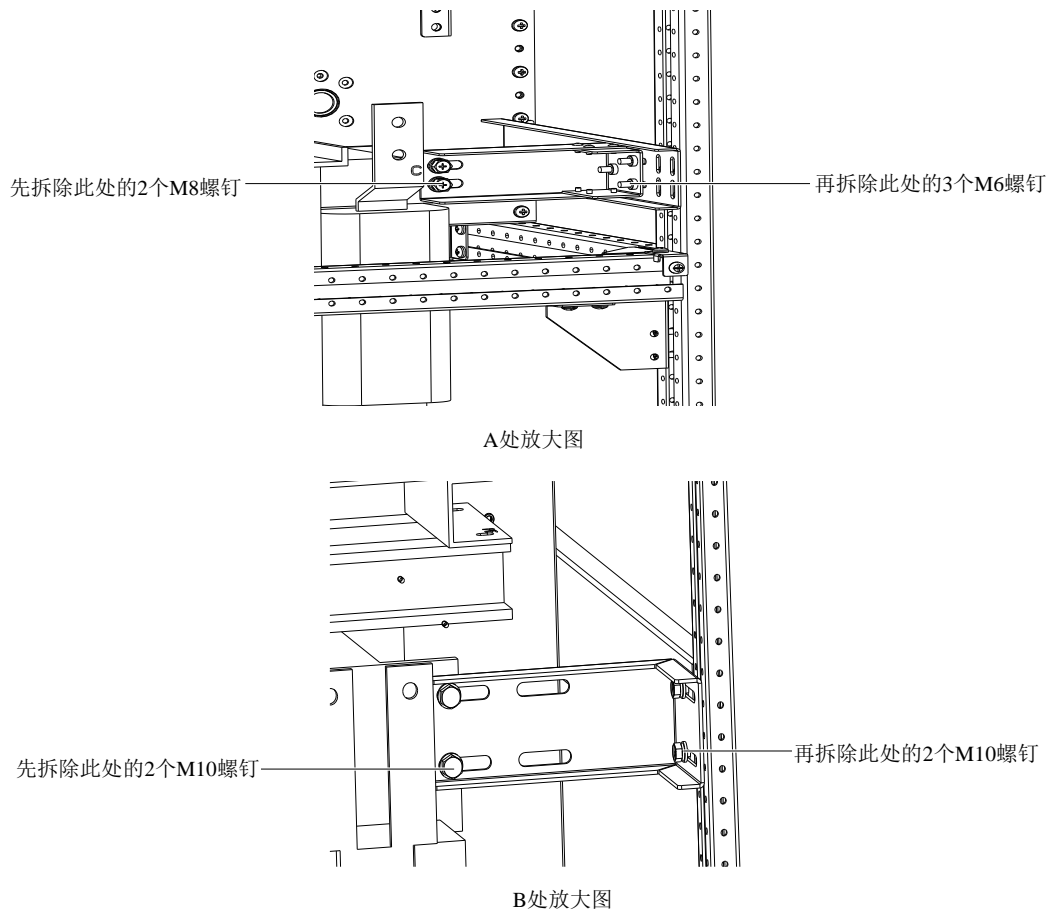

图15 拆除移相变压器和电感固定件
1. 拆除电感 L1 处 2 个 M8 螺钉和 3 个 M6 螺钉，如图 15 的 A 处放大图所示，注意保留拆下的螺钉。
2. 拆除移相变压器 4 个 M10 螺钉，如图 15 的 B 处放大图所示，注意保留拆下的螺钉。